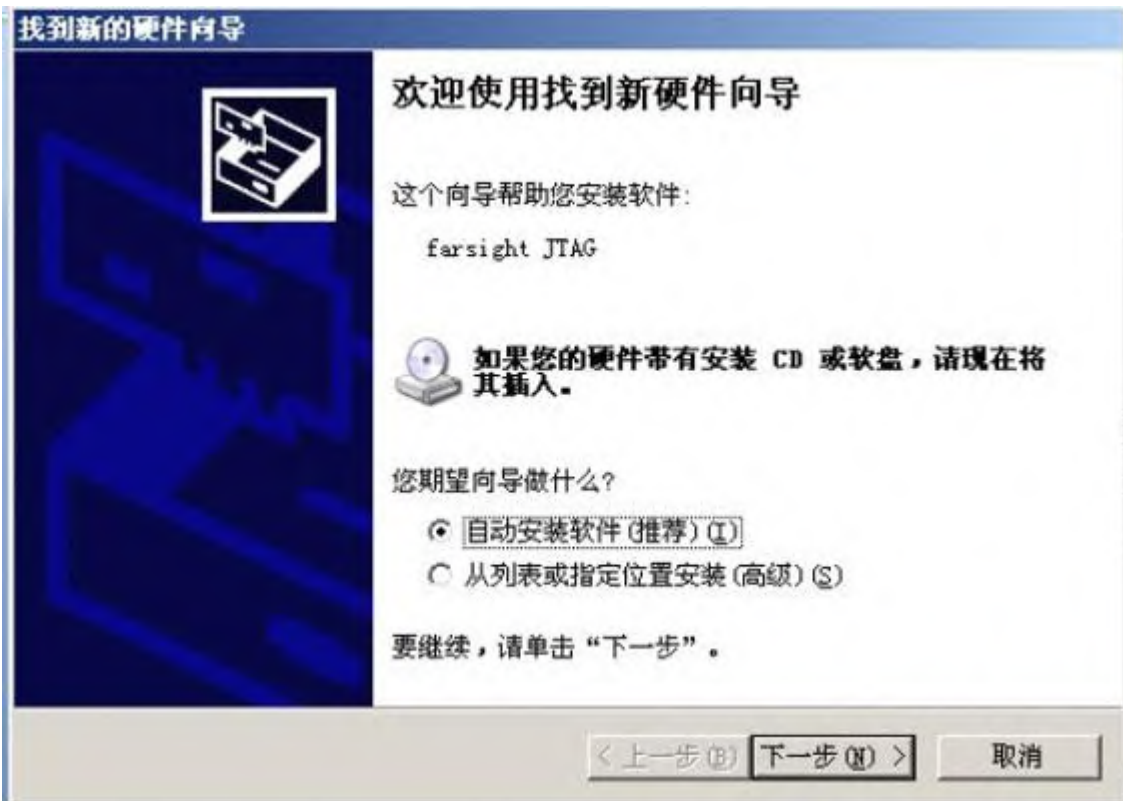

图5-5 安装驱动界面
- (1) 安装gcc编译工具：yagarto-bu-2.21_gcc-4.6.2-c-c++_nl-1.19.0_gdb-7.3.1_eabi_20111119.exe。
- (2) 安装tools工具：yagarto-tools-20100703-setup.exe。
- (3) 安装FS-JTAG工具：Setup.exe。
- (4) 安装jre-6u7-windows-i586-p-s.exe。
- (5) 解压Eclipse压缩包。
- (6) 安装FS-JTAG驱动：把FS-JTAG接入计算机USB口，会提示发现新硬件（如图5-5所示），选择从列表或指定位置安装，然后单击“下一步”按钮。